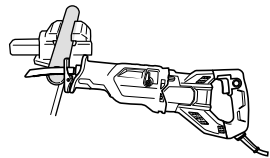

图 22
(1) 在作业前牢牢固定工件。(图 22)
(2) 在切锯金属材料时，请使用适当的机油（涡轮油等）。未使用液体机油时，请给工件涂上润滑油。